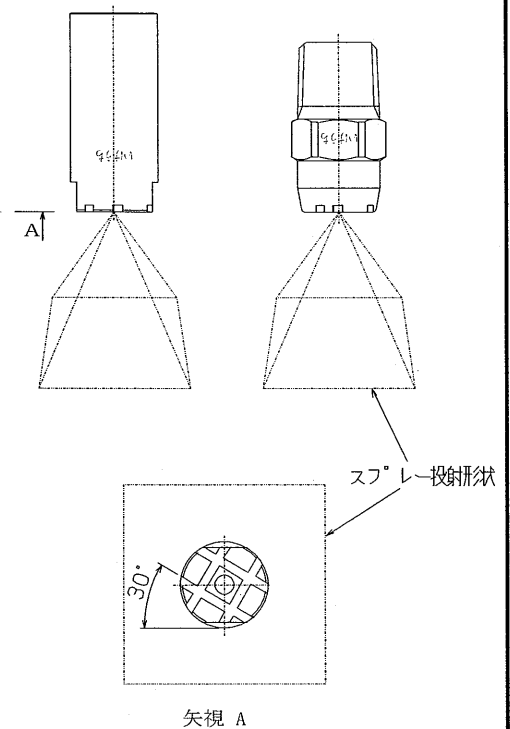

図1. 噴霧方向
3. スプレーノズルの取り付け時には、噴霧方向に注意して取り付けして下さい。SSXP シリーズは正方形に噴霧し、スパナ掛けと充角錐の一边が平行となります。形状が六角の場合は刻印「いけうち」と同じ六角面と平行となります。取り付けの際は、刻印「いけうち」のある六角面又は、スパナ掛けを基準にして取り付けして下さい。尚、噴口部の井型形状に対しては、円周方向に30°ずれた形で噴霧します。(図1参照)